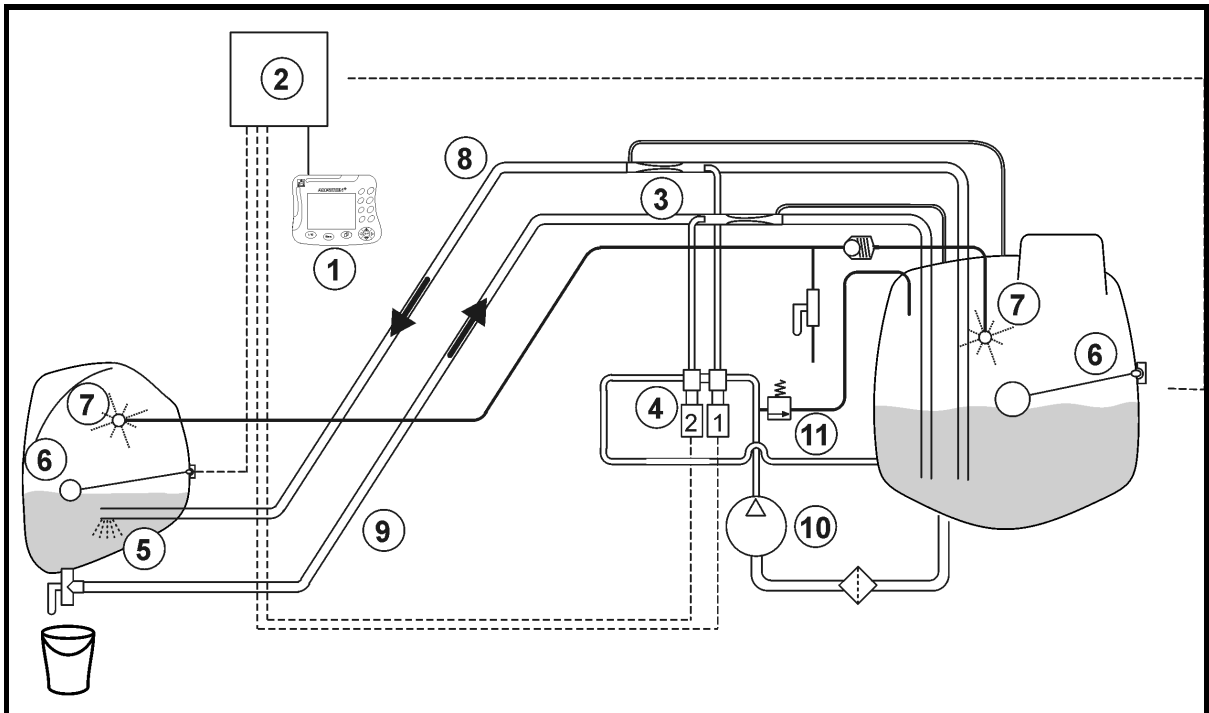

Fig. 16
3. Sur le tableau de commande, placez les robinets sélecteurs sur la position indiquée (Fig. 16) :